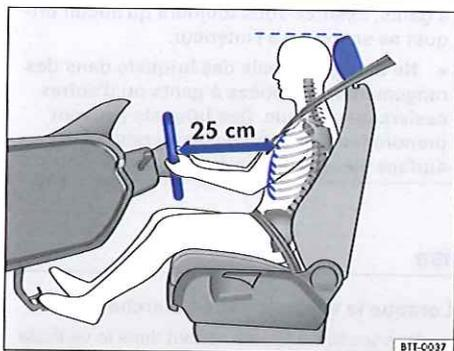
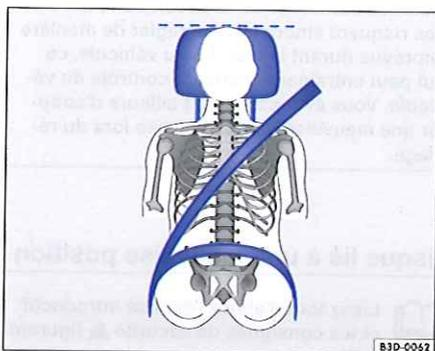

Fig. 41 La distance correcte du conducteur par rapport au volant doit être de 25 cm au minimum.
Fig. 42 Ajustement correct de la ceinture et réglage correct de l'appuie-tête.
- Réglez l'appuie-tête de sorte que son bord supérieur se trouve, si possible, au niveau de la partie supérieure de la tête, mais pas plus bas que les yeux. Positionnez toujours l'occiput le plus près possible de l'appuie-tête ⇒ **fig. 41** et ⇒ **fig. 42**.
- Réglez le volant de sorte que la distance entre celui-ci et votre sternum soit de 25 cm au minimum ⇒ fig. 41 et de manière à pouvoir le tenir en plaçant vos deux mains à la périphérie, les bras étant légèrement pliés.